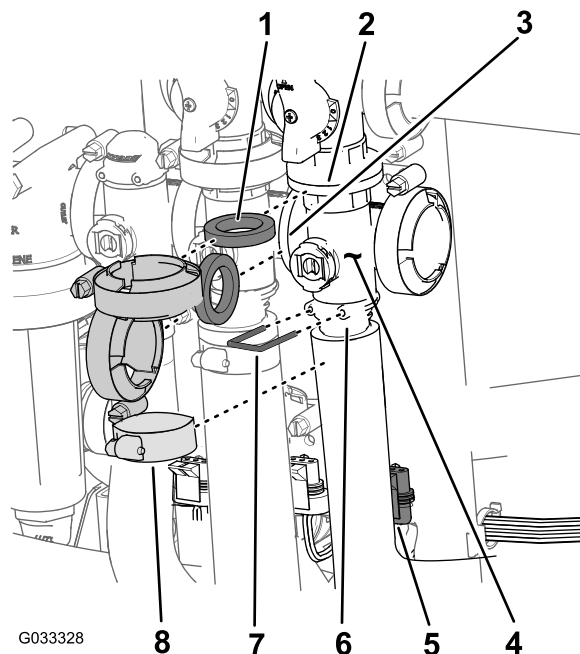

Figure 71
1. Retirez les colliers et les joints qui fixent le collecteur de la vanne maîtresse des sections (Figure 71) à la vanne de dérivation de section, la vanne d'agitation et la valve de collecteur (au bout du flexible du débitmètre).
2. Retirez l'étrier qui fixe le raccord de sortie au collecteur de la vanne maîtresse des sections (Figure 71).